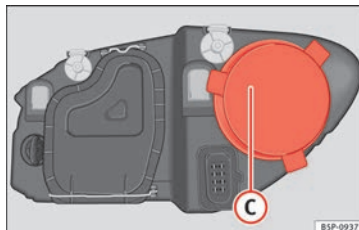

Fig. 180 Máximos.
- Retirar a tampa » Fig. 180 C, puxando-a.